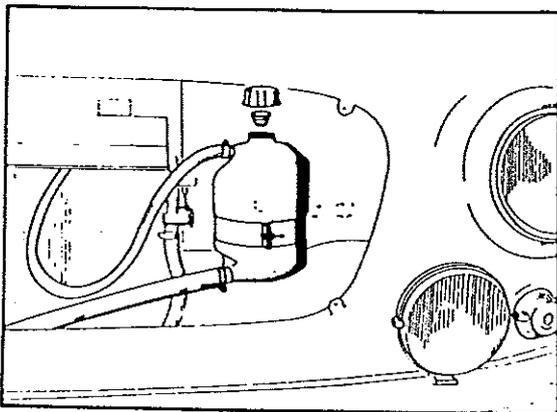

Bild 26
Kühlmittel im Ausgleichbehälter (Bild 26) bis zur oberen Strichmarkierung (max.) nachfüllen. Dazu Verschraubung öffnen! In der Verschraubung befindet sich das Sicherheitsventil (2).
- Verschlußkappe und Sicherheitsventil vom Ausgleichbehälter abnehmen (Bild 26)